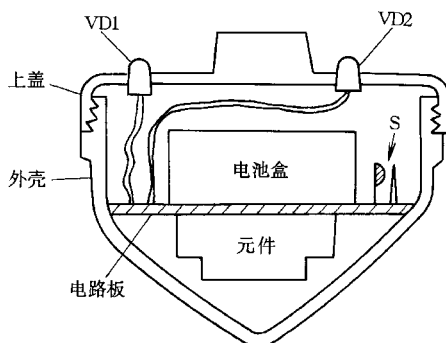

图 2-16
(16) 将电路板(含电池盒和电池)放入陀螺外壳的下部,元件在下面,电池盒在上面,并将其塞紧,然后旋上上盖,闪光陀螺便做好了(见图 2-16)。当你旋转这个陀螺时,离心开关 S 在离心力的作用下闭合,接通电源,电路起振,发光二极管 VD1、VD2 交替闪光。由于陀螺自身在飞速旋转,所以 VD1、VD2 分别形成光环,其综合视觉效果是红、绿两个光环交替闪亮。